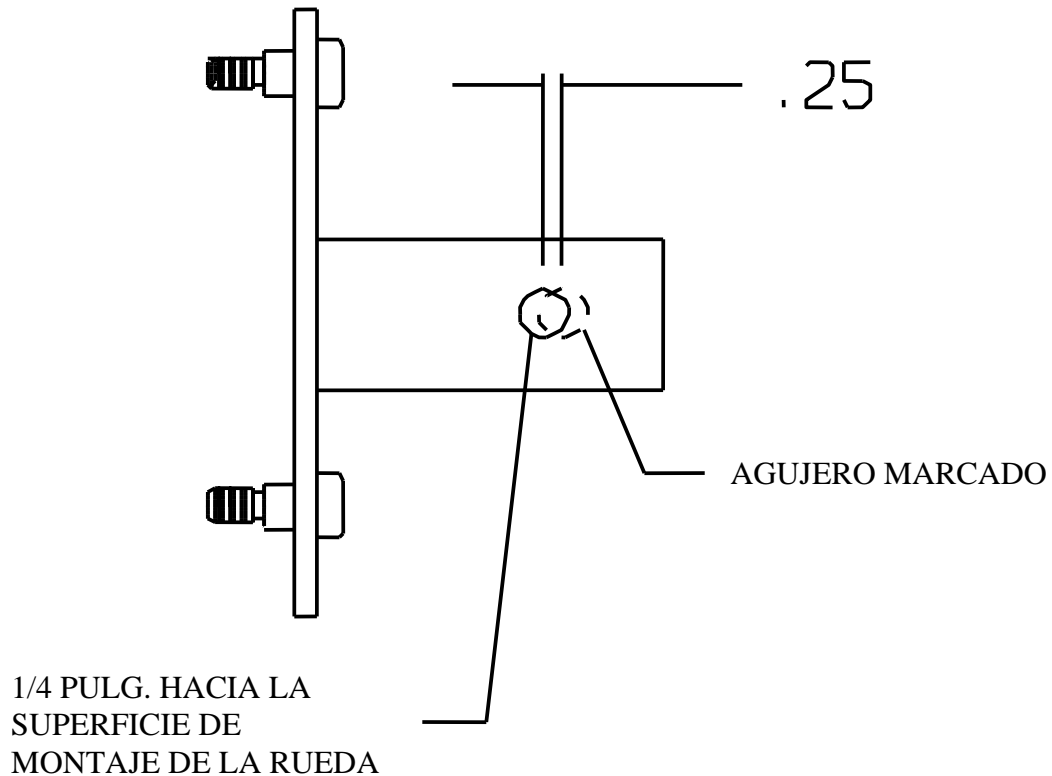

Figura 6
15. Desmonte el neumático y la rueda del soporte de montaje. Haciendo uso de la posición marcada en el soporte de montaje de la rueda en el paso anterior, vuelva a medir $\frac{1}{4}$ pulg. hacia la superficie de montaje de la rueda. Esto ofrecerá la carga previa de la rueda una vez esté montada. Con una broca de $\frac{1}{2}$ pulg., perfore un orificio a ambos lados del soporte de montaje en la posición marcada. Asegúrese de volver a marcar el orificio $\frac{1}{4}$ pulg. más cerca de la superficie de montaje para la carga previa. **Consulte la Figura 6.**